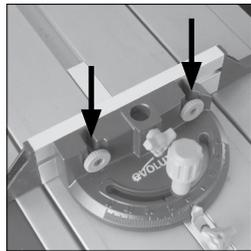

Fig. 22
- Insérez les vis à travers les deux (2) trous de la face verticale de la butée d'onglet et caliez-les à l'aide des écrous à serrage à main (**Fig. 22**).